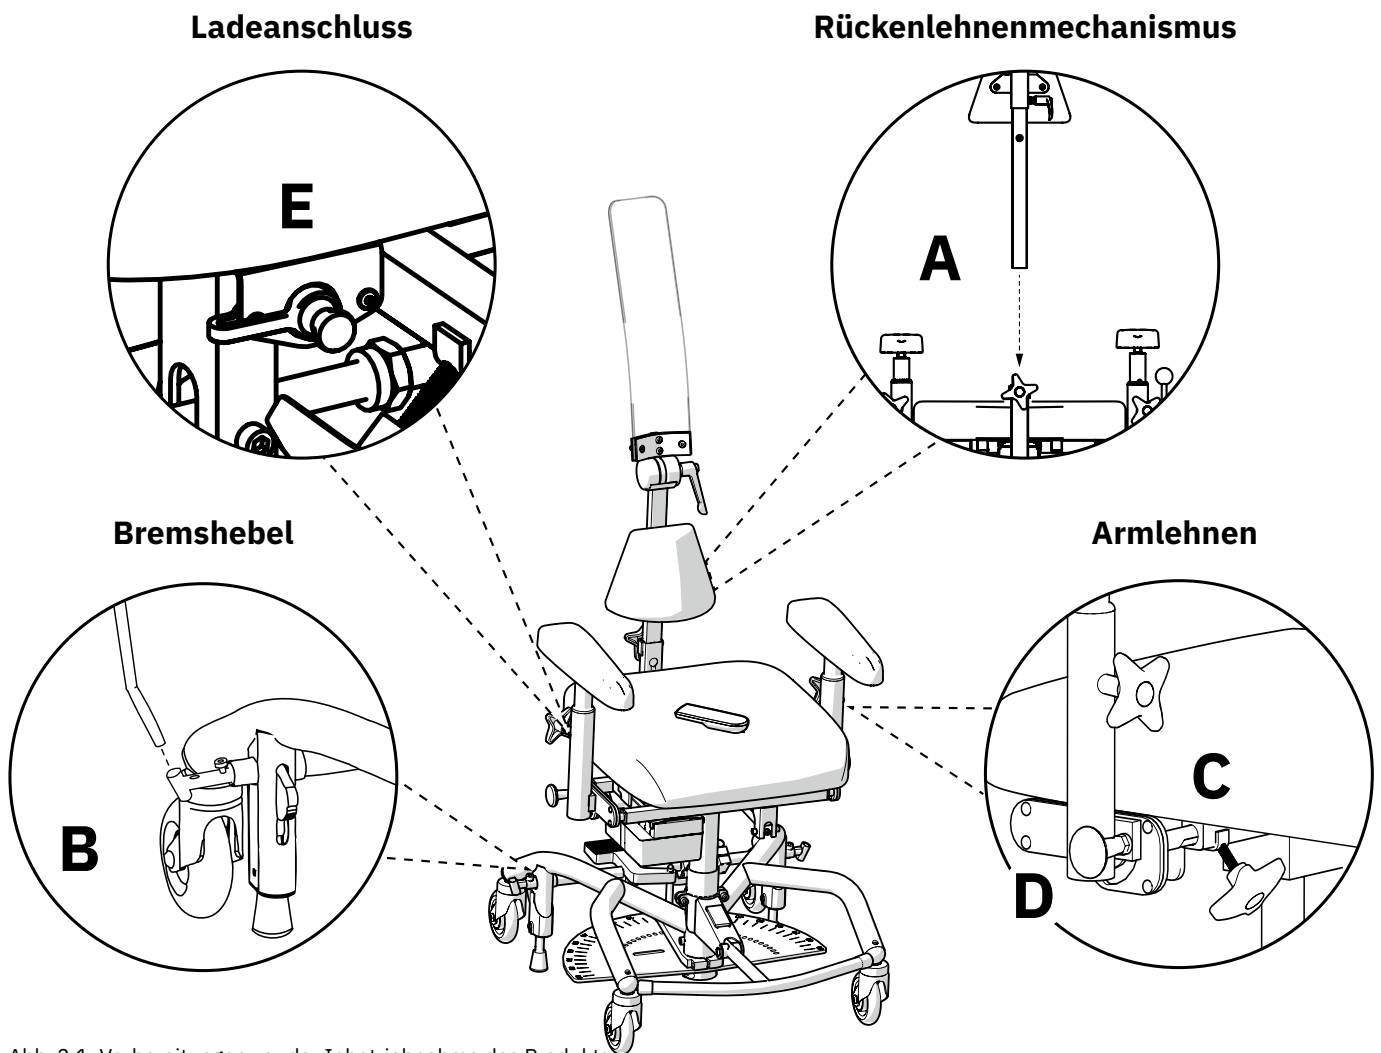

Abb. 2.1. Vorbereitungen vor der Inbetriebnahme des Produkts.
Setzen Sie das Rohr der Rückenlehne in den Rückenlehnenmechanismus (A) ein und stellen Sie die gewünschte Höhe ein, siehe Abb. 2.1. Ziehen Sie sämtliche Handschrauben (A) fest. Die Abbildung zeigt eine der beiden Rückenlehnen, die standardmäßig mit dem Produkt geliefert werden. Zur Einstellung der Rückenlehnen und Rückenmechanismen siehe 5.6. Rückenmechanismus und Rückenlehne.
Wenn die Fußbremse verwendet werden soll, wird empfohlen, den Bremshebel nicht zu montieren. Soll die Handbremsfunktion verwendet werden, ist der Bremshebel wie folgt anzubringen: Stecken Sie den Bremshebel in die Bremshebelhalterung (B), siehe Abb. 2.1. Der Bremshebel kann auf der rechten oder linken Seite montiert werden.
Lösen Sie die Handschrauben an den Armlehnen (C) und stellen Sie die gewünschte Höhe und Breite ein, siehe Abb. 2.1. Ziehen Sie sämtliche Handschrauben (C) fest. Vergewissern Sie sich beim Absenken der Armlehne, dass der Knauf (D) in der Verriegelungsposition einrastet. Wenn der Knauf nicht einrastet, drehen Sie ihn, bis er hörbar einrastet.
Vor dem erstmaligen Gebrauch muss der Akku aktiviert und/oder geladen werden. Dazu wird das Akkuladegerät am Ladeanschluss des Produkts und an eine Wandsteckdose (E) angeschlossen, siehe Abb. 2.1. Die Ladebuchse kann an verschiedenen Stellen des Produkts montiert werden. In den meisten Fällen wird das Produkt mit der Ladebuchse an der Rückseite unter dem Sitz geliefert.